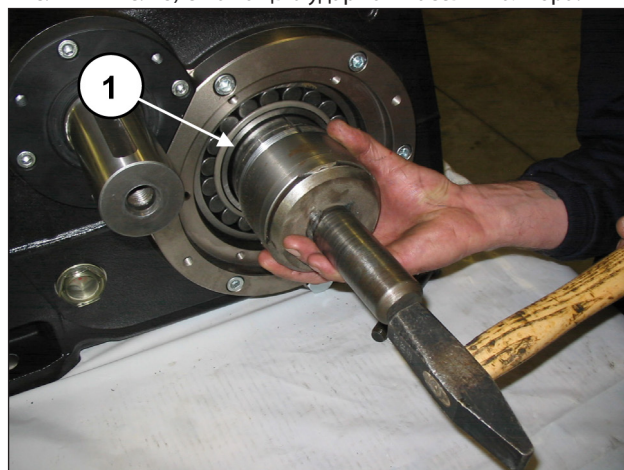
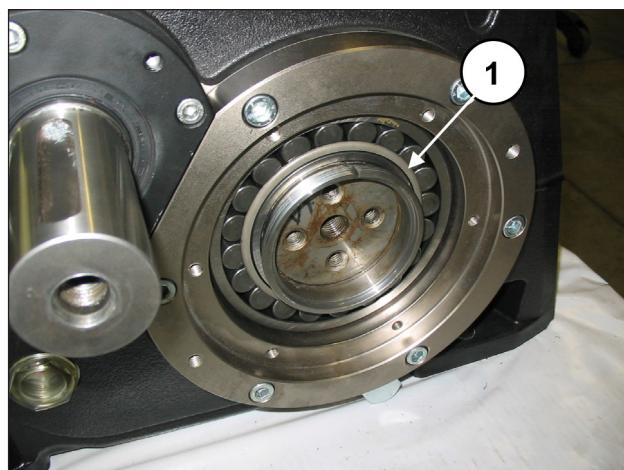

Рис. 77
Рис. 78
Насадите прижимную втулку на коленчатый вал (поз. ①, Рис. 77 и Рис. 78) с помощью ударной массы и калибра.